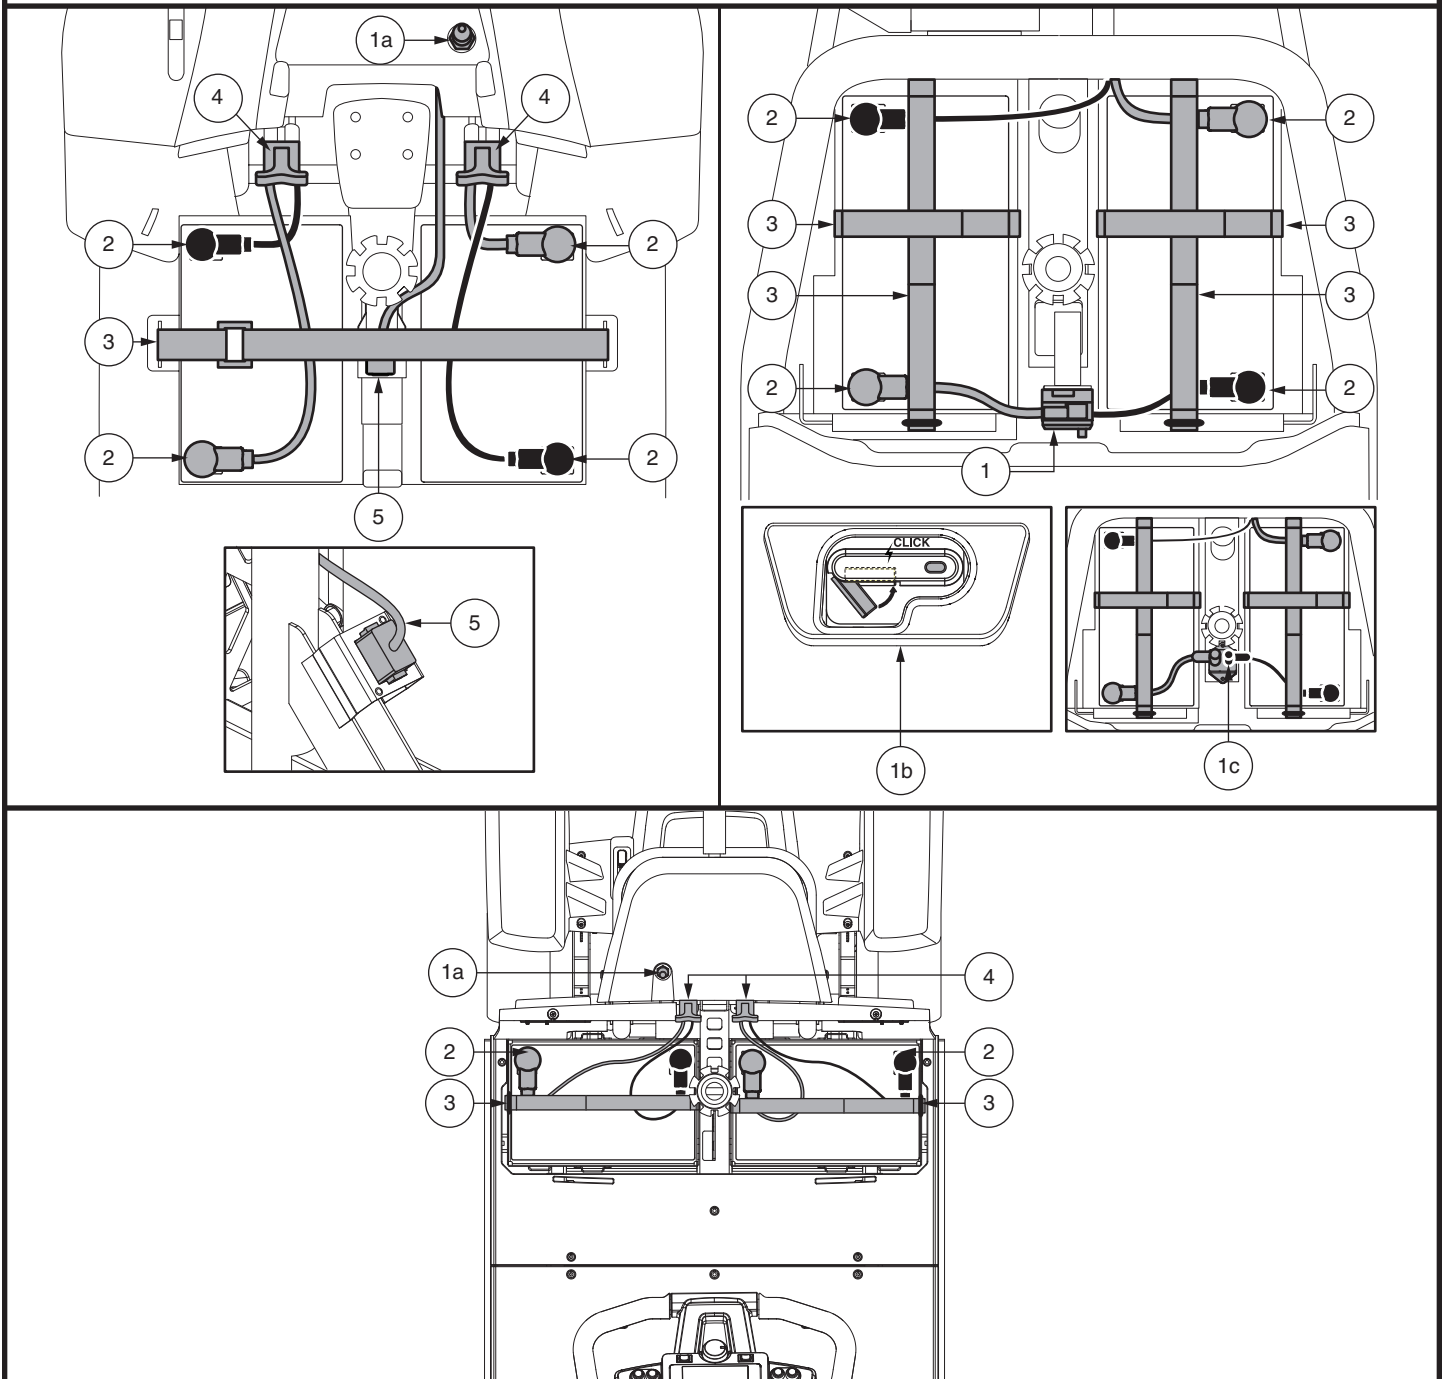

Figure 16. Enlèvement/installation des batteries et connexions
3. Pour toute les modèles SAUF 614 et 714, débrancher le faisceau d'avant en arrière. Débrancher les deux câbles de la batterie en retirant chaque faisceau de sa fiche de connexion. **Voir la figure 16.**
- Placez une nouvelle batterie dans chaque puits en prenant soins d'aligner les bornes de la batteries droite près du mât de siège et les bornes de la batterie de gauche loin du mât avec les bornes positive (+) et négative (-) de la batterie positionnées comme indiqué sur la **figure 16**.